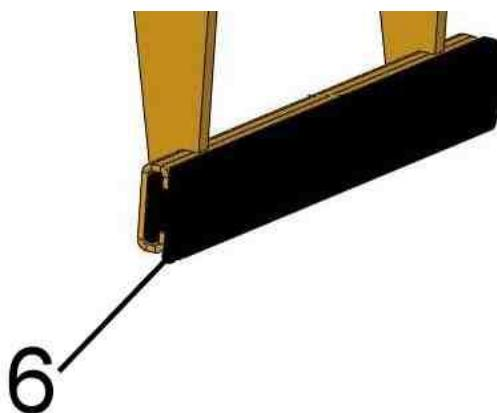
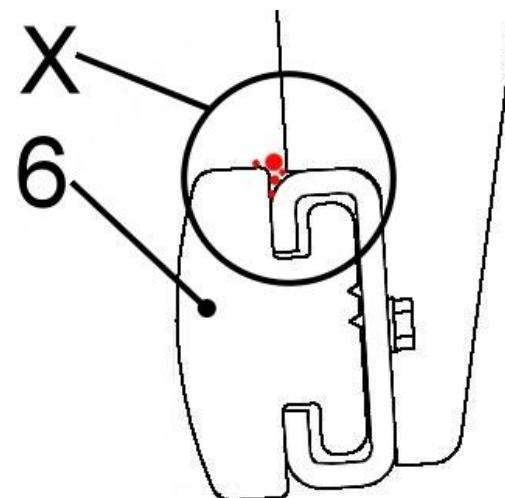

Fig. 1
Fig. 2
Controllare regolarmente lo sporco (ad es. Piccolo frammenti di pietra) nella parte superiore (vedi dettaglio nel punto „X“ nella Fig. 2) del tampone (6) → vedi Fig. 1 / Fig. 2
**Problema:** Lo sporco può danneggiare il tampone (6) durante la presa (quando piccoli frammenti di pietra vengono compresi nel tampone).
**Soluzione:** Rimuovere lo sporco in quest'area sul tampone (6), o nel caso vi sia tanto sporco, smontare e pulire il tampone.